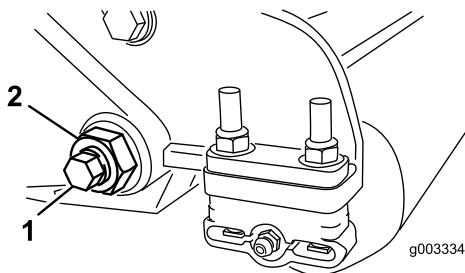
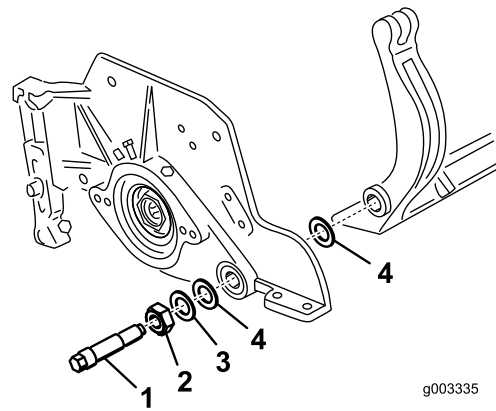

Figura 24
Figura 25
3. Pe fiecare latură a mainii, slăbii contrapiulița care fixează urubul barei de cadru (Figura 24).
4. Îndepărtați fiecare urub al barei de cadru, permițând tragerea în jos și îndepărtarea acestuia de pe urubul mainii (Figura 24). Asigurați-vă că la fiecare capăt al barei de cadru există 2 aibe din nailon și 1 aibă din oel tanată (Figura 25).
3. Amplasai o aibă din nailon pe fiecare parte a butucului plăcii laterale. Amplasai o aibă din oel în afara fiecărei aibe din nailon (Figura 25).